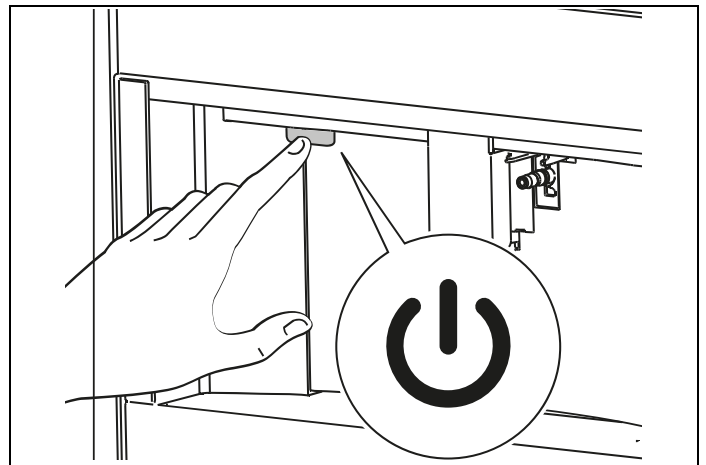

Fig. 23
- För att sätta på apparaten, tryck på knappen  (A7-Fig. 23 ); meddelandet **Värmer upp Var god vänta** visas på displayen.
- För att stänga av apparaten, tryck på knappen  (A7-Fig. 23).
- 1) Stäng först av apparaten genom att trycka på knappen  (A7-Fig. 23).
Använd denna funktion för att leverera hetvatten från kaffepiparna (A13) för att rengöra och värma apparatens interna krets. Placera en behållare med en min. kapacitet på 100 ml under kaffe- och hetvattenpiparna (Fig. 23).